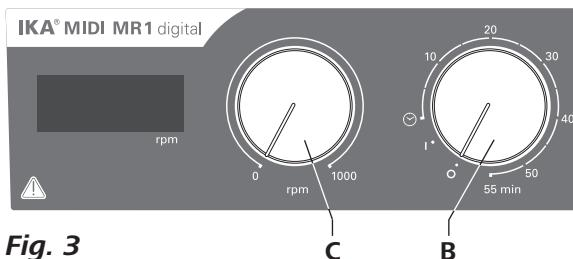

Fig. 3
- ⇒ Om het apparaat in te schakelen draait u de draaknop „Aan/Uit“ en „Timer“ (B, zie Fig. 3) met de klok mee op de stand „1“.
- ⇒ Om het apparaat uit te schakelen draait u de draaknop „Aan/Uit“ en „Timer“ (B) op de stand „0“.
- ⇒ Stel het motortoerental in met de regelknop „Toerental“ (C, zie Fig. 3). Het motortoerental kan worden ingesteld op 0 tot 1000 rpm voor de **MIDI MR 1 digital** en op 0 tot 600 tpm voor de **MAXI MR1 digital**.